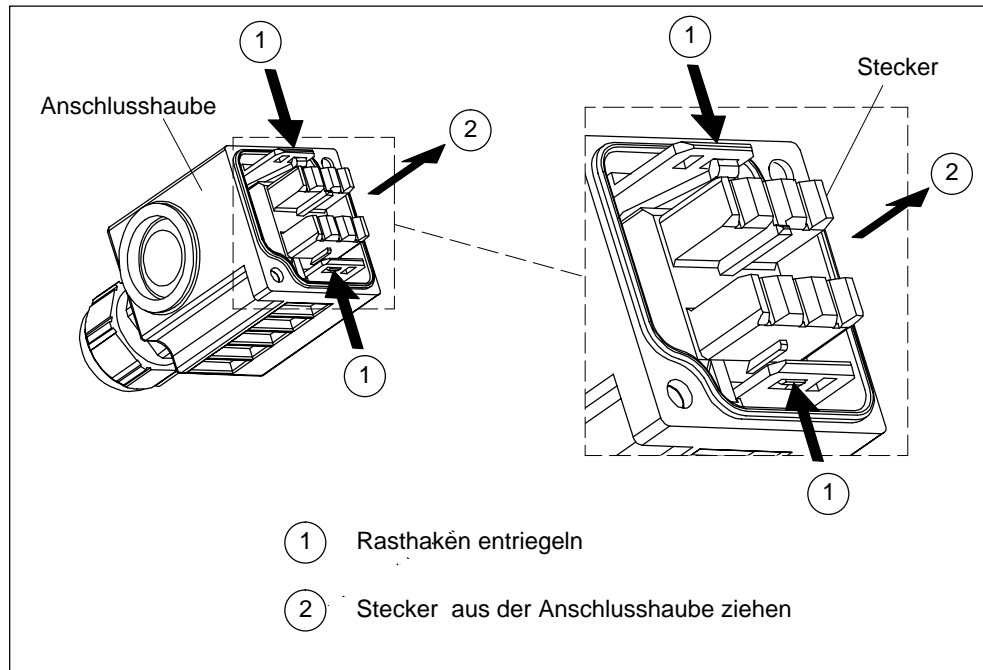

Bild 4-8 Stecker aus Anschlusshaube ausbauen
1. Entriegeln Sie die beiden Rasthaken wie in Bild 4-8 gezeigt mit einem spitzen Gegenstand.